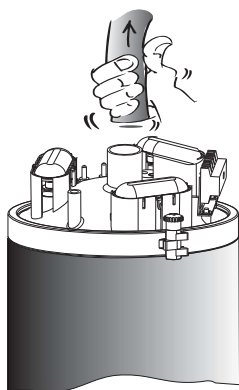

Fig. 14.c
1. ôter le tuyau de la vapeur du goulot supérieur du cylindre (Fig. 14.c);
2. débrancher électroniquement l'interrupteur de niveau (Fig. 14.a, pièce n° 3);
3. ôter le tuyau de compensation de la pression avec le réservoir du contrôleur de niveau du couvercle du cylindre (Fig. 14.a, pièce n° 1);